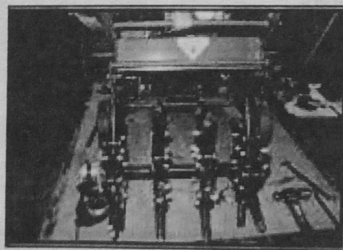

Fig. 16: Zdemontowany wirnik odkładamy na bok wraz z całym osprzętem potrzebnym do ponownego założenia
- iii. Usunąć wirnik (patrz fig. 16).